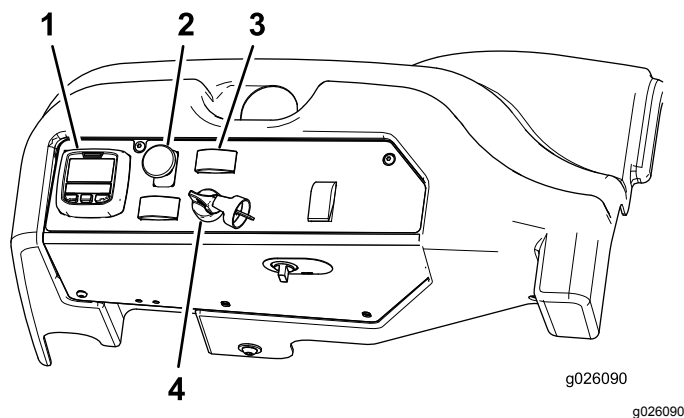

Figure 12
4. Placez la commande de prise de force (PDF) en position désengagée (Figure 12).